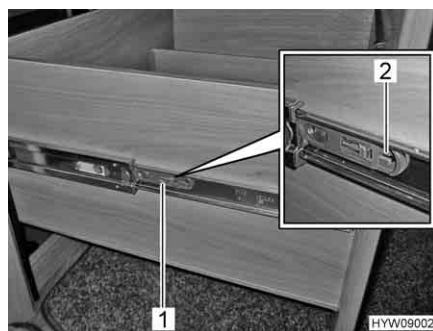

Fig. 145 Cassetto del piano di lavoro
- Tirare la linguetta (Fig. 145,1) su entrambi i lati del cassetto del piano di lavoro nella direzione della freccia (Fig. 145,2). Il cassetto del piano di lavoro può essere estratto tramite l'arresto.